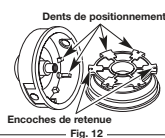

Fig. 12
6. Vérifiez l'état d'usure des dents de positionnement et des encoches de retenue (Fig. 12). Le cas échéant, enlevez les ébavures ou remplacez le moulinet intérieur et la bobine extérieure.